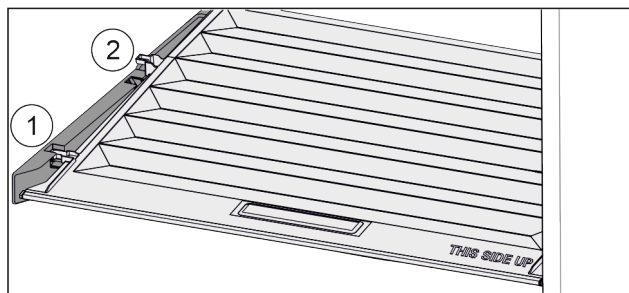

Fig. 107
- Vytáhněte víko dopředu až k otvoru v přídržných dílech Fig. 107 (1).
- Vzadu zespuďte nadzvedněte a vyjměte směrem nahoru Fig. 107 (2).